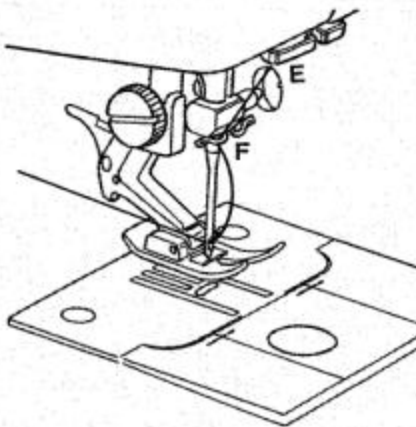

Fig. 3
3. Geleid de draad door de draadgeleider (E) en de naald-draadgeleider (F). Rijg de naald in van voor naar achter. (Fig. 3)